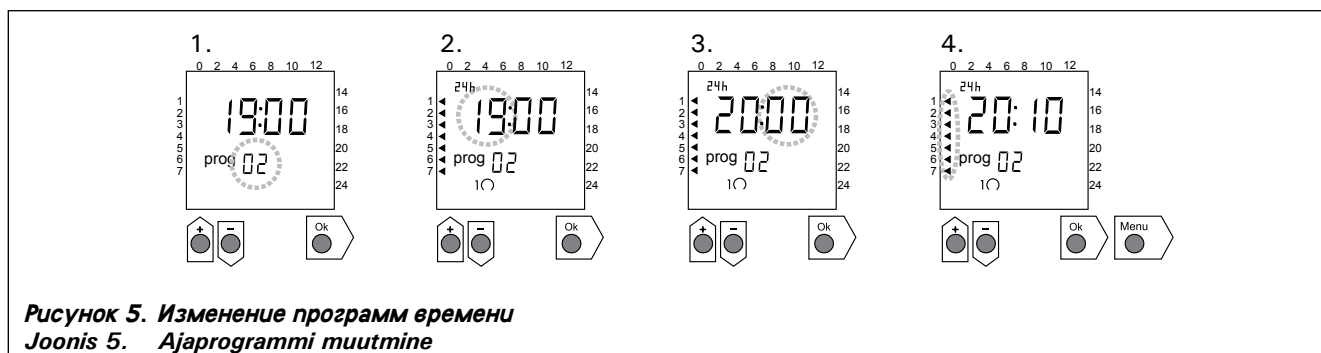

Рисунок 5. Изменение программ времени
2.2.4. Изменение программ времени (рис. 5)